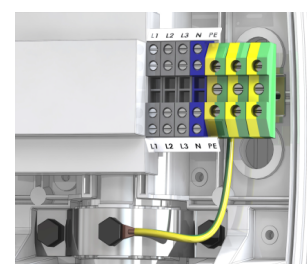

Fig. 8 : branchement de la ligne de terre
7. Raccordez le pied inox à la terre au moyen du câble de terre, de la vis M6 et de la rondelle fournis, en utilisant le collier situé le plus bas sur la structure (Figure 8).